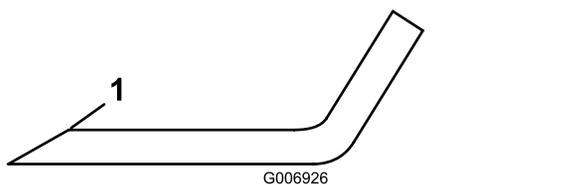

Рисунок 74
- Осмотрите режущие кромки всех ножей; заточите их, если они затупились или имеют зазубрины; для обеспечения остроты ножей затачивайте только верхнюю сторону режущей кромки и сохраняйте первоначальный угол заточки (Рисунок 74).